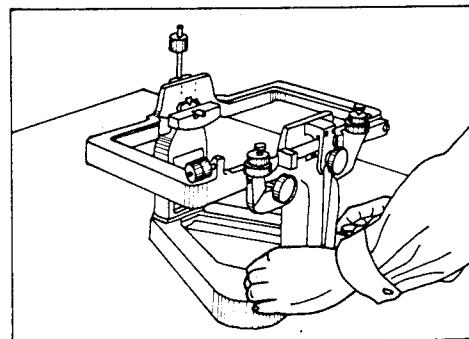

図1-11 本体の水平の調整
- (1) バランス台の水平調整をする。
- 水平調整用のねじを回して、水準器の気泡がその穴の中央にくるように、本体を水平に調整する(図1-11)。この場合、左右の調整ねじを向き合う方向に同量ずつ回すとよい。